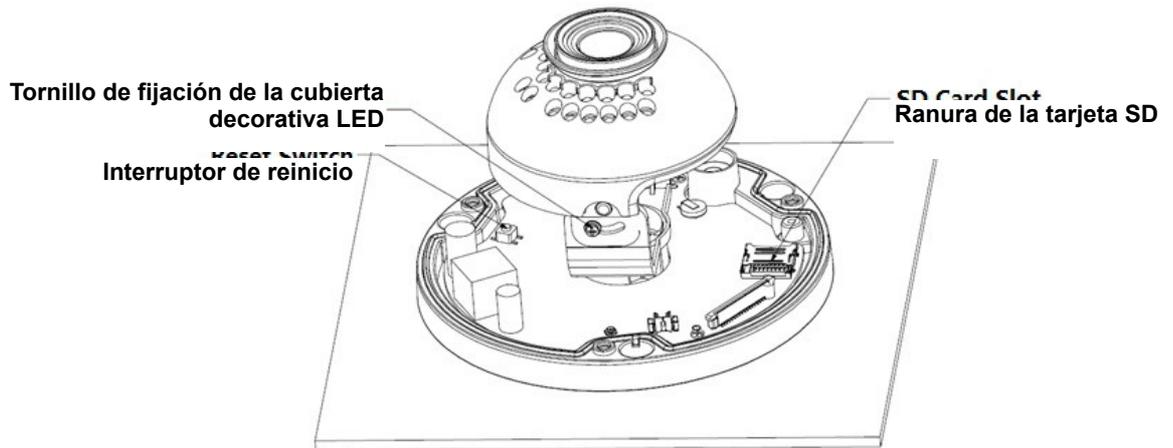

Figura 2–5
- Si necesita que el dispositivo recupere la configuración de fábrica, mantenga pulsado el botón de “Reinicio”, mostrado en la Figura 2 –5, durante 10 segundos con el dispositivo encendido.
- Si el dispositivo necesita usar la función WPS, pulse el botón de “Reinicio” (Reset) mostrado en Figura 2 –5 durante 1-2 segundos con el dispositivo encendido y pulse el botón WPS en el router. Como norma general, el dispositivo se conecta al router correspondiente en menos de 1 minuto (solo compatible con algunos modelos).